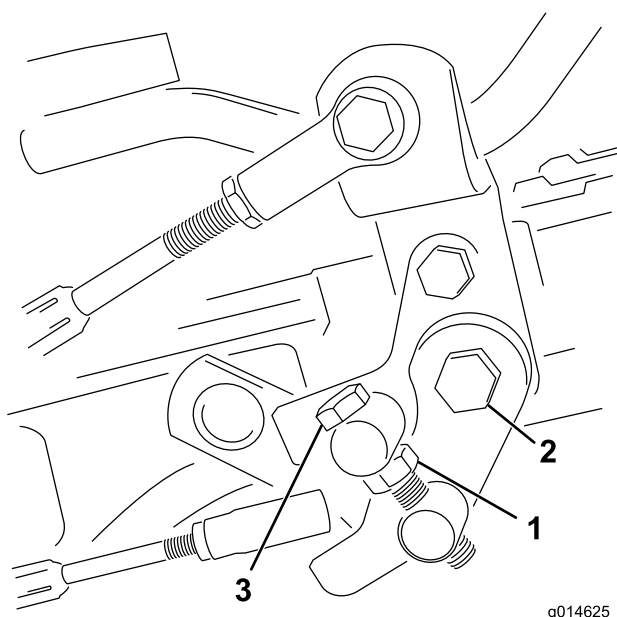

Figura 50
1. Liberte a porca de bloqueio do parafuso do eixo (Figura 50).
4. Aperte a porca de bloqueio no parafuso do eixo e a porca na articulação do pedal para bloquear o ajuste (Figura 50). Verifique o ajuste e ajuste se for necessário.